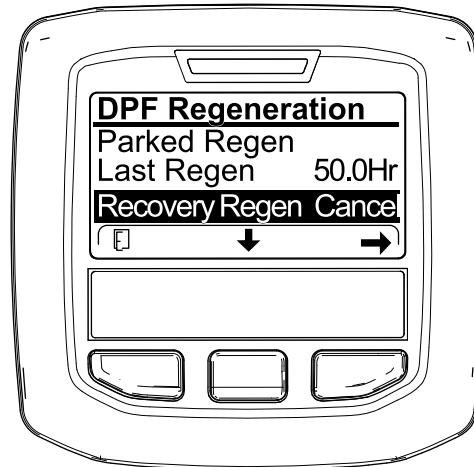
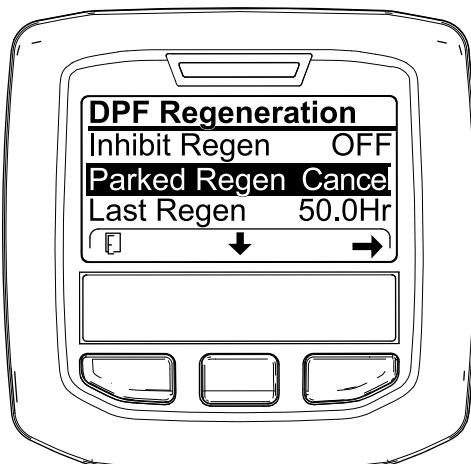

Figure 62
Figure 61
3. Appuyez sur le bouton droit pour sélectionner l'option Regen Cancel (Figure 61 ou Figure 62).
1. Ouvrez le menu Régénération du FAP (Figure 61).
2. Appuyez sur le bouton central pour naviguer jusqu'à l'option PARKED REGEN CANCEL (Figure 61) ou RECOVERY REGEN CANCEL (Figure 62).